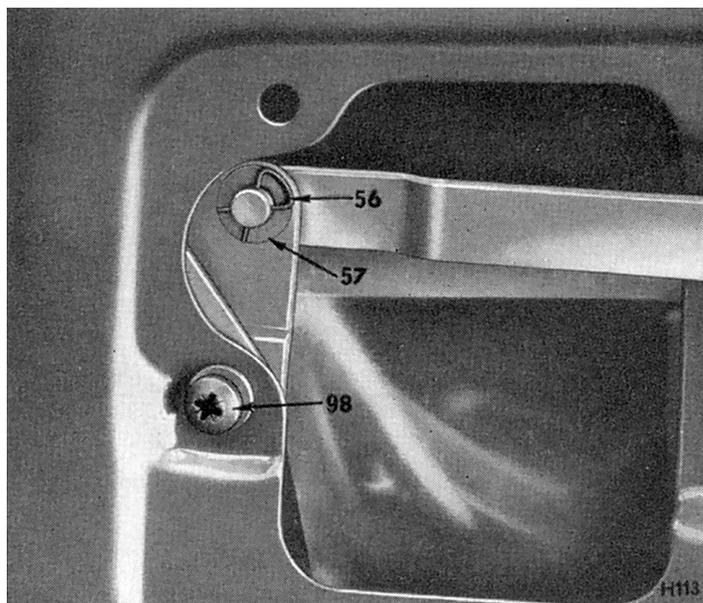
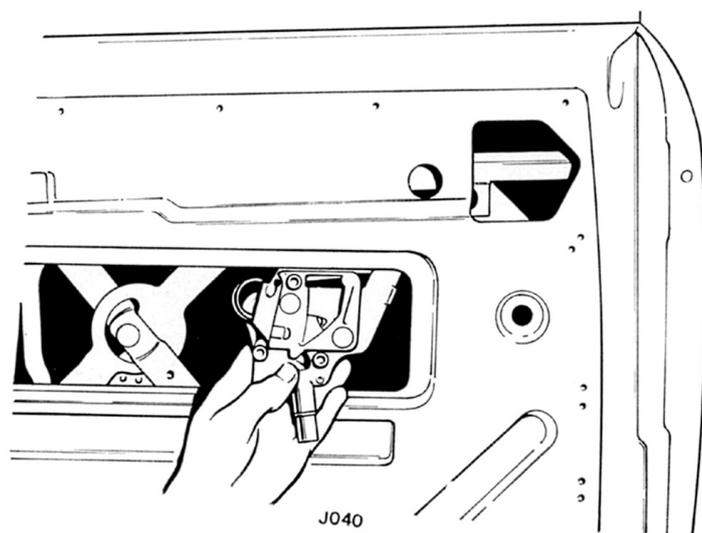

Fig. 67. Fixation du bras de commande à la serrure
Fig. 68. Pose/dépose d'une serrure premier modèle
Un mécanisme de portière redessiné a été introduit à partir des n°s de série GA51185LH et GA51163RH (cabriolet Herald 1200), GA51546LH et GA50639RH (Herald 1200 Berlin); HB4 (Vitesse 6) (voir Fig. 67 pour l'ancien mécanisme et Fig. 68 pour le nouveau).
1. Dépose (Figs. 67 et 70)
- (c) Retirer trois vis cruciformes (100) retenant la serrure et la plaque de verrouillage à la portière et retirer la vis cruciforme (98).
- (d) En se référant aux Figs. 68 et 69, retirer la serrure. Ne pas utiliser de levier pendant cette opération ou une déformation importante du mécanisme pourrait en résulter.